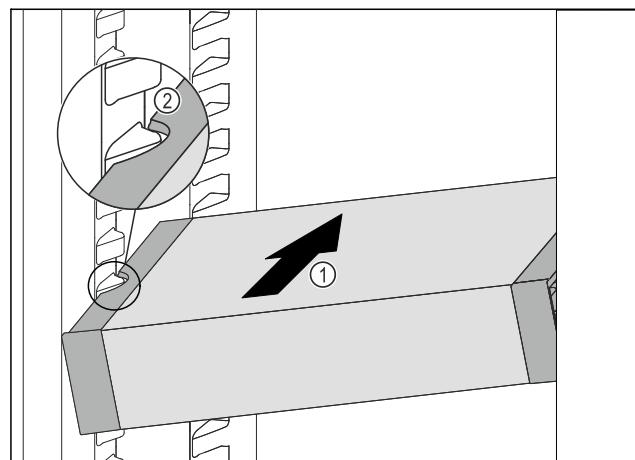

Fig. 123
- Вкарайте VarioSafe под ъгъл в хладилната част Fig. 123 (1), докато страничните прорези Fig. 123 (2) на VarioSafe се намират на височината на реброто на съда в хладилната част.